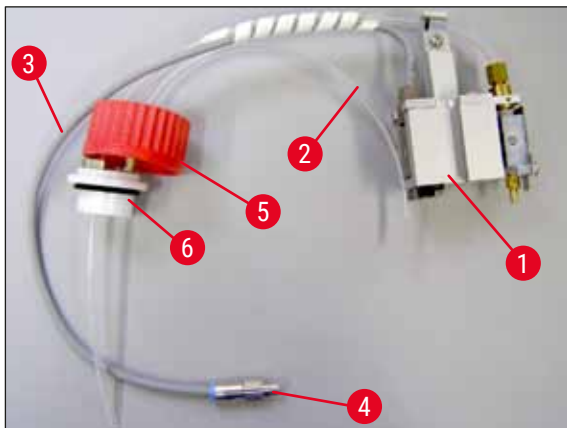

Fig. 10
1. Sacar el grupo dispensador (→ Fig. 10) del embalaje.